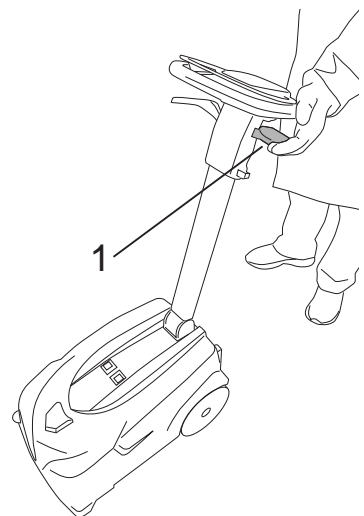

Fig.18
**Om achteruit te drogen, trekt u aan de hendel (Fig.18-Ref.1).**